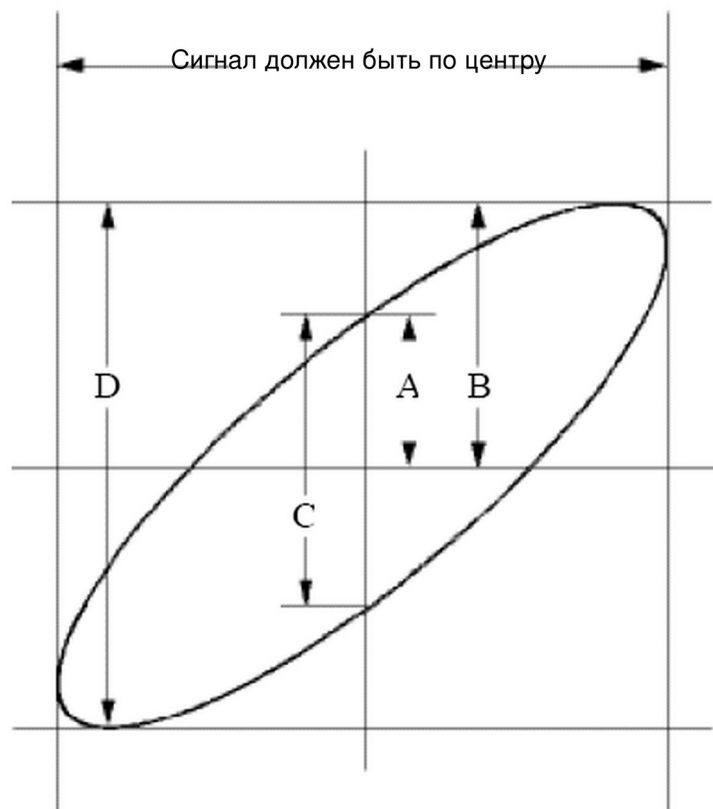

Рисунок 8-63. Фигура Лиссажу
- (6) Нажмите , затем **XY** на панели для включения ON. Осциллограф покажет входную и выходную характеристики цепи в виде фигуры Лиссажу.
- (7) Верхним и нижним регуляторами добейтесь оптимального изображения.
- (8) По эллиптической осциллограмме определите и вычислите разность фаз (см. рисунок 8-63).